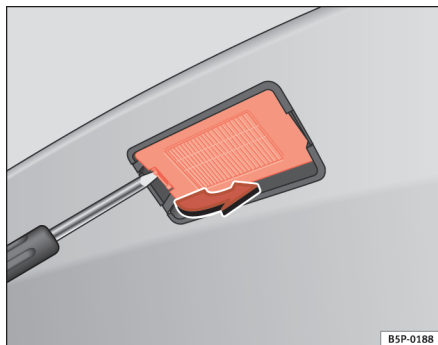

Fig. 200 Nummerpladelys
- Vip forsigtigt lampens glas ud med en skruetrækker, som vist med pilen ⇒ fig. 200.